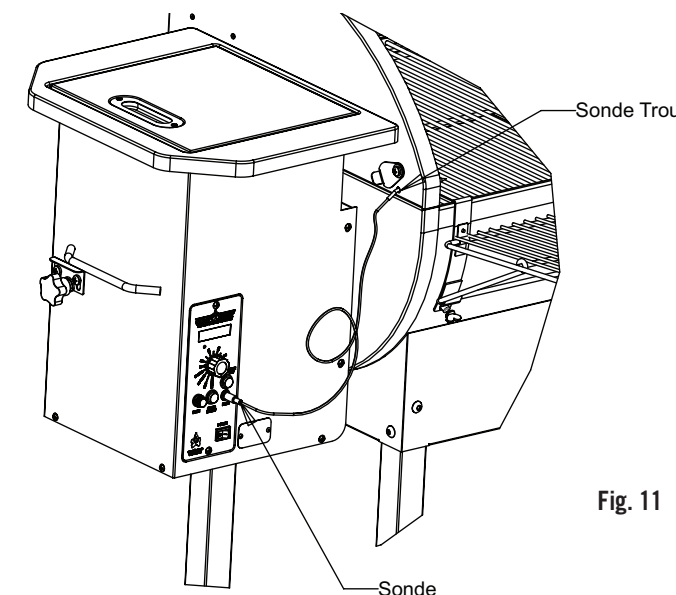

Fig. 11
1. Brancher la sonde à viande dans son réceptacle du panneau de commande. Faire passer la sonde avec son fil à travers le trou d'accès prévu à cet effet sur le côté du barbecue. Voir la Fig. 11.